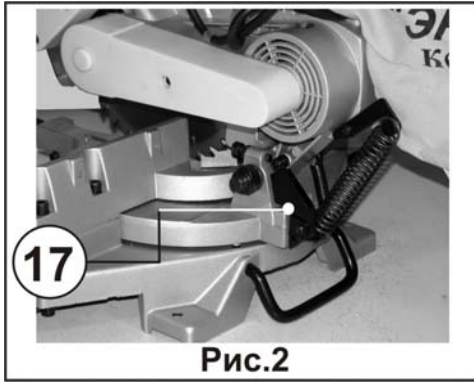

Рис.2
- Нажмите на рукоятку (3), Рис.1, пилы вниз и отведите рычаг (17), Рис. 2, в крайнее заднее положение.